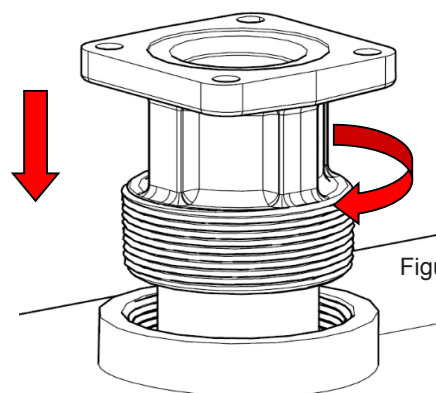

Figure 2
2. Visser l'adaptateur de citerne (avec le tube d'aspiration) dans la bonde de la citerne en appliquant la pâte d'étanchéité qui convient pour éviter toute fuite de liquide (Figure 2).
2. À l'aide d'un objet non tranchant de 10 cm (4 po) de long environ (par ex. une douille profonde sur une rallonge) inséré par l'ouverture d'admission, appuyer la soupape de dérivation fermement contre son siège de fermeture (Figure 2).
3. Toute en maintenant la soupape de dérivation fermement en place à l'aide de la douille, enfiler une pince à bec fin (d'au moins 10 cm [4 po] de long) dans l'ouverture de refoulement et saisir la bague d'arrêt de la soupape de dérivation (Figure 2 et 3).
4. Enfoncer légèrement la bague d'arrêt et la tourner de 90 degrés dans le sens antihoraire. Cela aligne le trou rectangulaire de la bague et la cheville de blocage de la soupape, ce qui permet de retirer la bague d'arrêt (Figure 2 et 3).